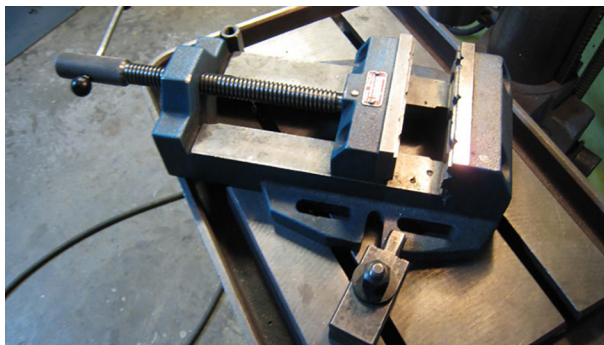

Figura 2a - Riparo di protezione del portapunta del mandrino (per le macchine all'interno della UE). Figura 2b - Calibro di profondità (3).
- Si deve utilizzare sempre il riparo di protezione del portapunta del mandrino (figura 2a). Per motivi di sicurezza, il riparo di protezione del portapunta del mandrino è dotato di un microinterruttore.